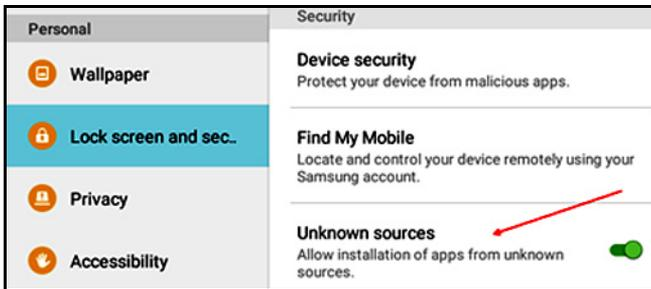

Figure 56 : paramètres de sécurité
2. Dans les paramètres de la tablette, activez l'option de sécurité pour autoriser l'installation du logiciel à partir de « Unknown sources » (Sources inconnues) pour cette installation uniquement (voir la *Figure 56* ci-dessous).